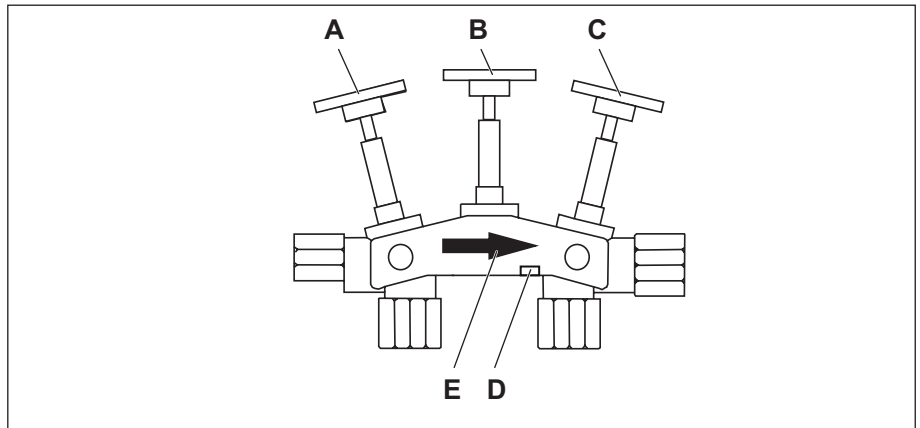

Fig. 11: Blandingsarmatur
1. Indstil den fine reguleringsventil (D) (fig. 11) til den ønskede resthårdhed med et passende værktøj ved at dreje i urets retning.
2. Med et redskab til hårdhedsmåling med koldt vand skal du måle det bløde vands hårdhed efter blandingsarmaturet. Ved for hårdt vand skal du efterjustere blandingen via den fine reguleringsventil (D) (fig. 11).